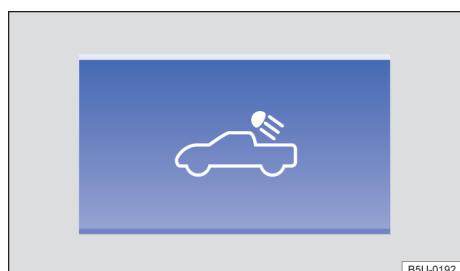

Fig. 65 En la consola central: tecla de iluminación del compartimento de carga.
- Para *conectar*: presionar la tecla → fig. 65 en el panel de instrumentos.
- Para *desconectar*: presionar nuevamente la tecla → fig. 65 en el panel de instrumentos, desactivar la luz de posición o conectar el encendido del vehículo.